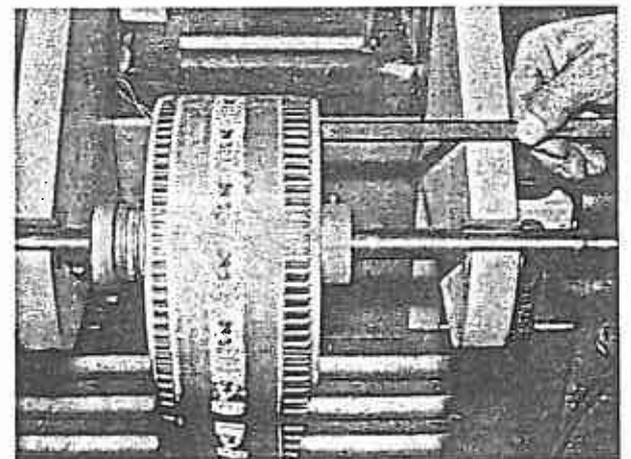

Bild 83
1. Beidseitig das Maß von der Abrollscheibe zur Gestellwand messen (Bild 83). Die Einwicklerrolle befindet sich in der Mitte, wenn beide Maße gleich sind.